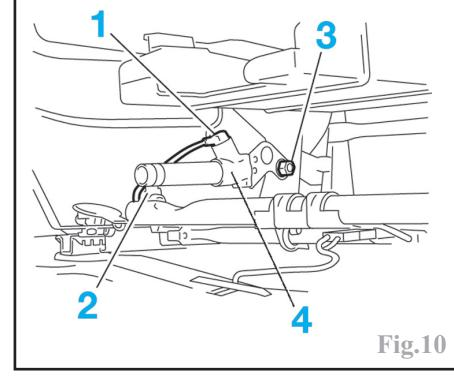

Fig.10
Débrancher le connecteur (1) (Fig.10).